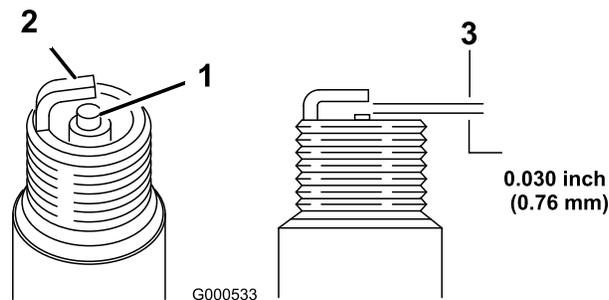

Figura 34
1. Mire la parte central de la bujía (Figura 34). Si se observa un color gris o marrón claro en el aislante, el motor está funcionando correctamente. Si el aislante aparece de color negro, significa que el limpiador de aire está sucio.
2. Compruebe la separación entre los electrodos central y lateral (Figura 34). Si la distancia no es correcta, doble el electrodo lateral (Figura 34).